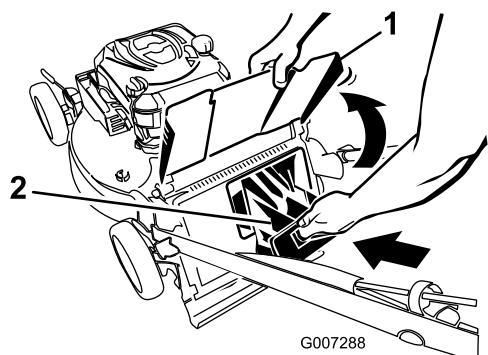
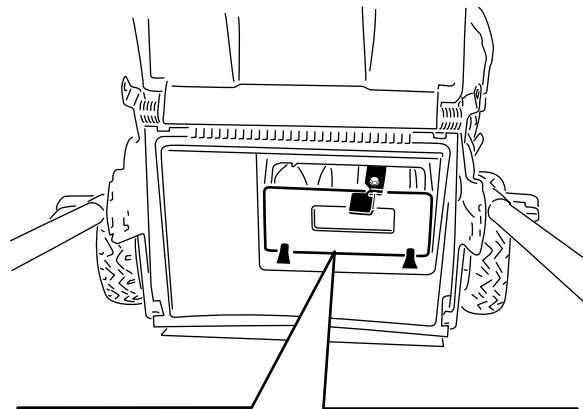

Figure 20
Figure 21
**Important:** Vérifiez que l'obturateur de l'éjecteur arrière est bien verrouillé en place. Pour enlever l'obturateur : relevez le déflecteur d'éjection (Figure 20), appuyez fermement sur l'obturateur jusqu'à ce qu'il s'enclenche en position derrière les languettes, et tournez le levier situé sur l'obturateur vers la gauche (Figure 21).
**Remarque:** Pour déverrouiller l'obturateur, tournez le levier situé dessus vers la droite (Figure 21).